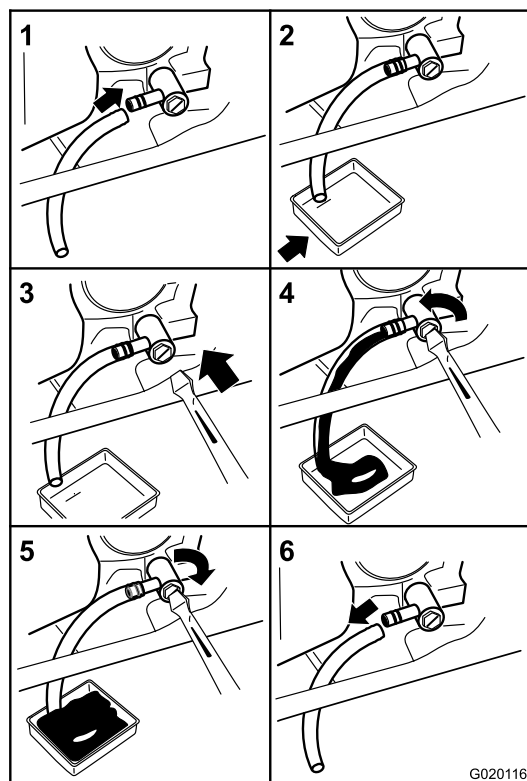

Figure 32
3. Avant de quitter la position de conduite, coupez le moteur, enlevez la clé de contact et attendez l'arrêt complet de toutes les pièces mobiles (Figure 32).